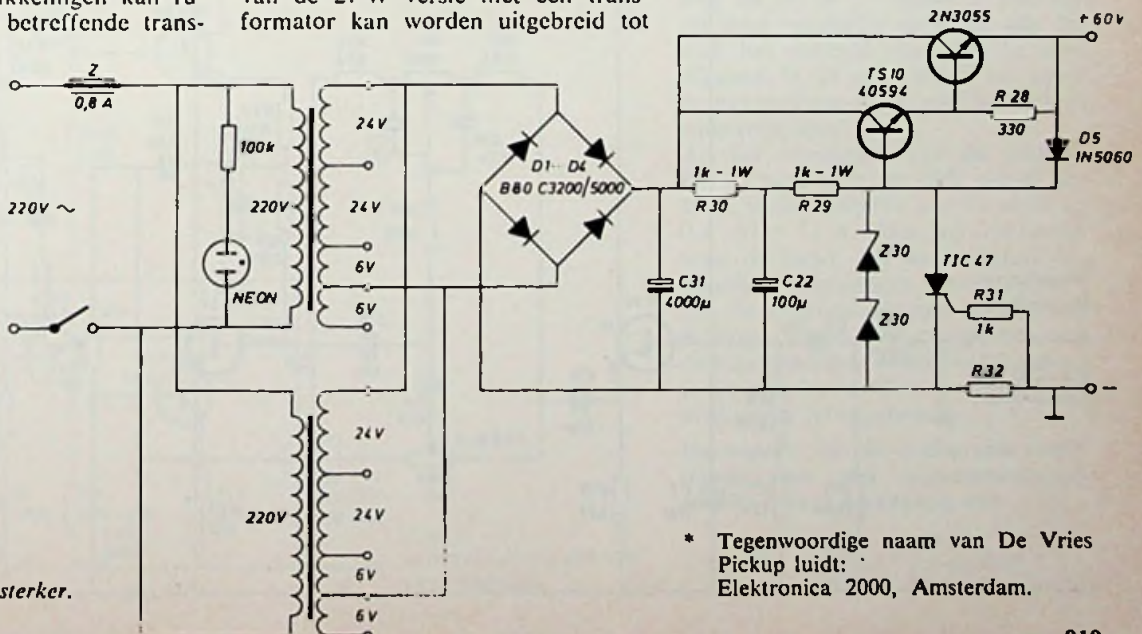
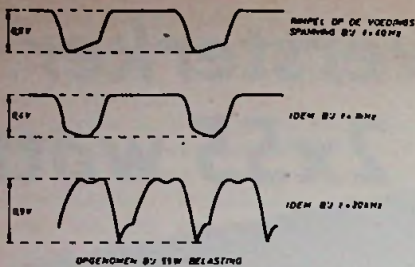

Fig. 1.
Fig. 2. Rimpel op voedingsspanning.
In de eerste plaats dan het voedingsgedeelte, waarvan het prinsipeschema is afgebeeld in fig. 1. De schakeling is vrij eenvoudig en wat de werking betreft praktisch gelijk aan het voedingsdeel van de 27 watt versterker. Toch zijn er een paar punten die wat nadere uitleg verdienen. Om te beginnen is de schakeling van de twee voedingstransformatoren opvallend. Van beide transformatoren zijn namelijk de secundaire wikkelingen parallel geschakeld. Het parallel schakelen van twee wikkelingen kan funest zijn voor de betreffende trans-
Ter illustratie van het al dan niet voldoende goed werken van het voedingsdeel volgen nu een aantal gemeten resultaten van de schakeling uit fig. 1. Hiertoe werd één der versterkers tot 40 W uitgestuurd. Op een oscilloscoop werd vervolgens de rimpel op de voedingsspanning zichtbaar gemaakt voor 40 Hz, 1 kHz en 20 kHz. Het resultaat is in fig. 2 weergegeven. Opm.: De rimpelspanning zou nog kleiner kunnen zijn, als de zenerdioden áchter R32 met de min verbonden waren.* Het voedingsgedeelte blijkt overigens goed beveiligd te zijn tegen overbelasting. Dit
* De waarde van R32 (een stukje weerstandsdraad) is ongeveer 45 mΩ. Omdat de kathode-gate spanning van de TIC 47 enigszins spreiding heeft, moet de juiste waarde experimenteel worden vastgesteld. R32 vinden we in fig. 1.
Om te kunnen nagaan, in hoeverre het voedingsgedeelte verantwoordelijk is voor de gevonden overspraak, werd onder bovengenoemde condities de rimpel op de voedingspanning gemeten. Aan de hand van de resultaten kan enigszins worden nagegaan, of het voedingsdeel in dit opzicht voor verbetering vatbaar is. De resultaten van deze meting zijn reeds in fig. 2 weergegeven.